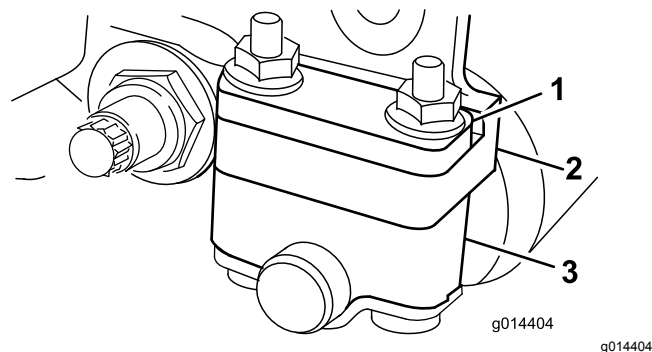
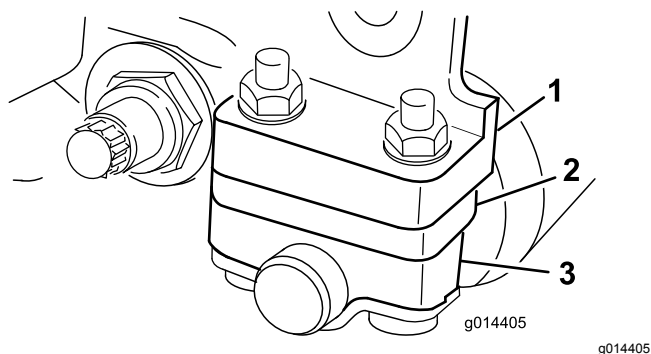

Рисунок 14
Рисунок 15
В зависимости от требуемого диапазона высоты скашивания установите кронштейны заднего валика (Рисунок 14 или Рисунок 15) в нижнее или верхнее положение:
- При настройке высоты скашивания в диапазоне от 1,5 до 6 мм установите проставку над монтажным фланцем боковой пластины (заводская настройка), как показано на Рисунок 14.
- При настройке высоты скашивания в диапазоне от 3 до 25 мм установите проставку под монтажным фланцем боковой пластины, как показано на Рисунок 15.
4. Установите проставки на винты над или под кронштейнами валика, в соответствии с требуемым положением (Рисунок 14 или Рисунок 15).